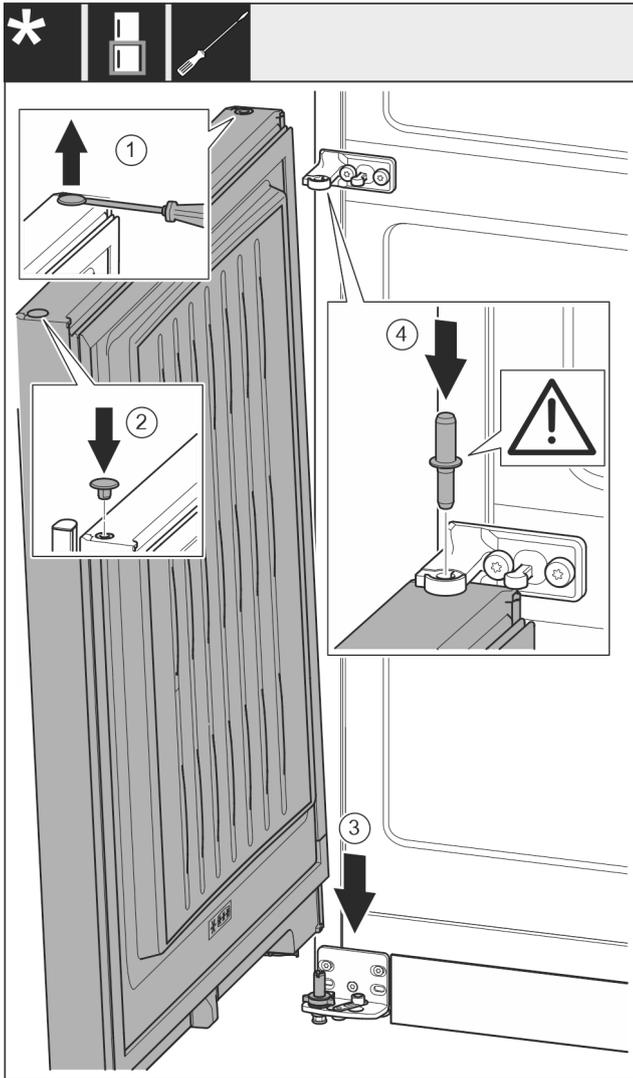

Fig. 17
- ▶ Plochým skrutkovačom opatrne nadvihnite a vyberte zátku. Fig. 17 (1)
- ▶ Zátku opäť nasadte na druhú stranu dverí. Fig. 17 (2)
- ▶ Dvere nasadte zhora na dolný ložiskový čap. Fig. 17 (3)
- ▶ Ložiskový čap v strede nasadte cez ložiskovú konzolu v strede do dolných dverí. Dbajte pritom na to, aby zaisťovací doraz ukazoval smerom dozadu. Fig. 17 (4)